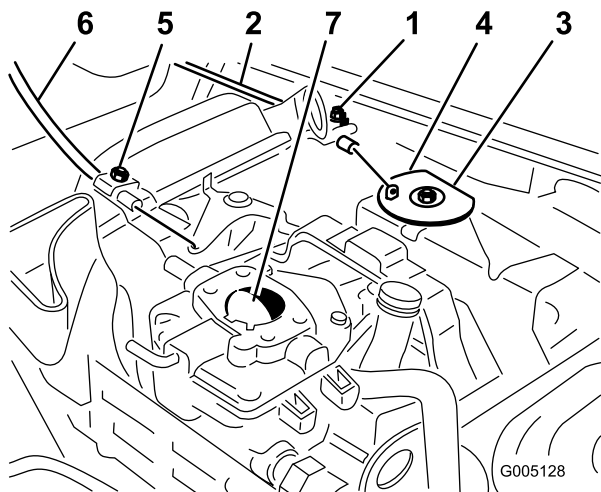

Figura 35
1. Allentate la vite del serrafilo per cavi che fissa il cavo al motore (Figura 35).
3. Tirate con forza il cavo dell'acceleratore finché il retro della parte girevole non viene a contatto con il fermo (Figura 35).
3. Tirate con forza il cavo dello starter finché la farfalla dello starter non è completamente chiusa, quindi serrate la vite del serrafilo (Figura 35).